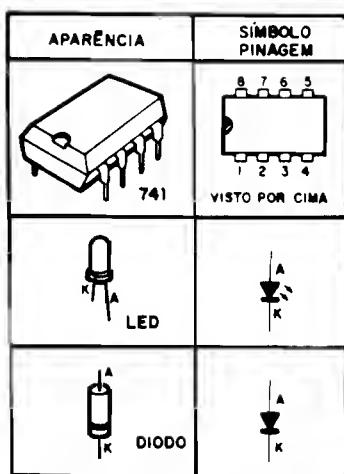

Fig.2
- FIG. 2 - PRINCIPAIS COMPONENTES DA MONTAGEM - Em aparência, símbolo e pinagem, o Integrado 741, o LED e o diodo são vistos e "mastigados" na figura... Quanto ao 741, lembrar da forma como seus pinos são contados ou "numerados", sempre com a peça olhada por cima, "caminhando-se" a contagem no sentido anti-horário, a partir da extremidade que contém uma pequena marca (ver informações na "Aula" anterior do ABC...). A respeito dos LEDs, principalmente devido à sua função de "indicador de equilíbrio" no circuito, é importante que os dois utilizados sejam absolutamente **idênticos**, com bom rendimento luminoso (de modo que no puro "visual" possamos interpretar corretamente o tal "ponto de equilíbrio", conforme explicado ao final da presente "Lição"...). Os diodos podem ser comuns, tipo 1N4148, 1N914, 1N4001, etc. Quanto às demais peças (todos resistores fixos, além do potenciômetro...) não há o menor "galho"... Apenas um conselho: aqueles 4 resistores (ver "esquema") diretamente acoplados à chave rotativa (100R - 10K - 1M - 10M) determinarão, em grande parte, a pró-